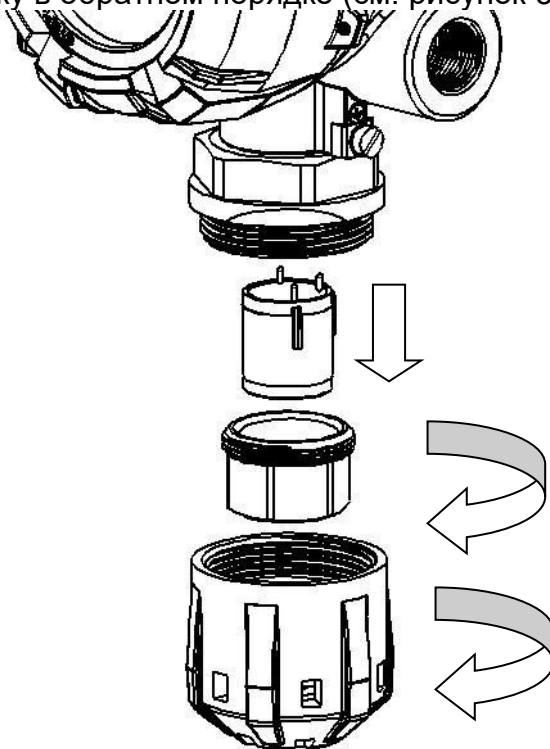

Рисунок 56 – Схема разборки газоанализатора
- произвести сборку в обратном порядке (см. рисунок 56).